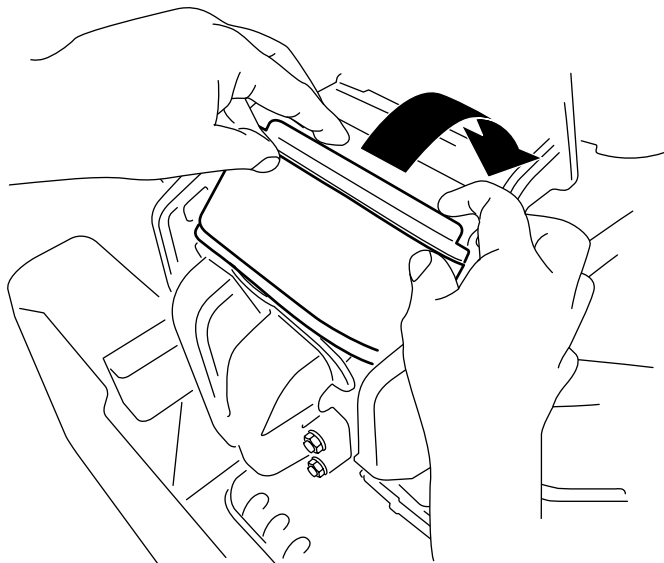

Figure 47
3. Tournez le filtre vers le bas dans la chambre et appuyez-le parfaitement contre le collecteur (Figure 47).